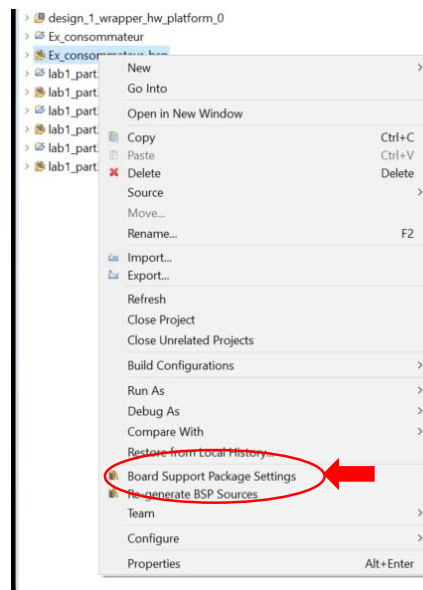

Figure 6
Les programmes **producteurs** et **consommateurs** distribués comme code de départ illustrent un exemple de ce *handshacking*. Le transfert de *TaskGenerate* sera calqué sur cet exemple de producteur/consommateur mais au lieu de transférer des entiers (valeur i), vous transférez une rafale de paquets (de grandeur aléatoire entre 1 et 255). Par conséquent, prenez 1 heure pour bien comprendre comment exécuter ce code du producteur/consommateur sur 2 cores en lisant bien les figures 6 à 18 et le texte qui les accompagne. N'hésitez pas à poser des questions au chargé de laboratoire. Si vous comprenez bien le fonctionnement de ce producteur/consommateur et comment le programmer sur 2 cœurs, le travail de transférer *TaskGenerate* sur core 1 sera simple, puisque vous pourrez réutiliser le même découpage. Plus précisément, comme vous aurez créé 2 BSPs (1 pour core 0 et 1 autre pour core 1), vous pourrez reprendre ces 2 BSPs.
- 2) Cliquez avec le bouton de droite pour ajouter une option sur le setting du BSP (flèche rouge sur Figure 6) i.e. :